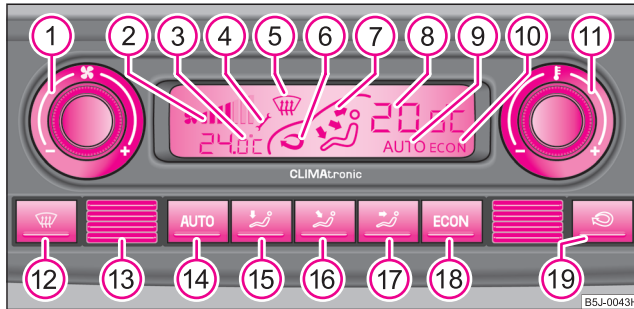

Abb. 86 Climatronic: Bedienungselemente
- Drücken Sie die Taste  ⇒ Seite 85, Abb. 86.
Drücken und halten Sie die Tasten  und  ⇒ Seite 85, Abb. 86. Im Display erscheinen die Angaben in der gewünschten Temperatur-Maßeinheit.
- Drehen Sie mit dem Drehregler **1** ⇒ Seite 85, Abb. 86 nach links (Gebläsedrehzahl verringern) bzw. rechts (Gebläsedrehzahl erhöhen).